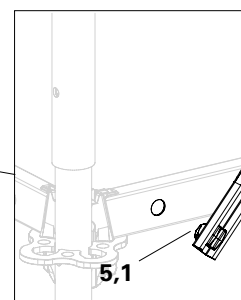
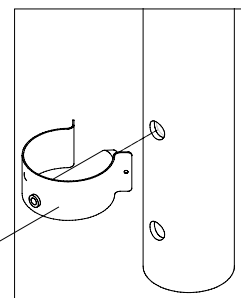

Fig. A1.03b
Fig. A1.03c
1. Inserire il montante (4) e fissare saldamente con perni di bloccaggio (7). (Fig. A1.03c)
2. Agganciare il corrente orizzontale (3).
3. Inserire il diagonale verticale (5) con il nodo di aggancio (5.1) nel corrente orizzontale inferiore (3). (Fig. A1.03b)